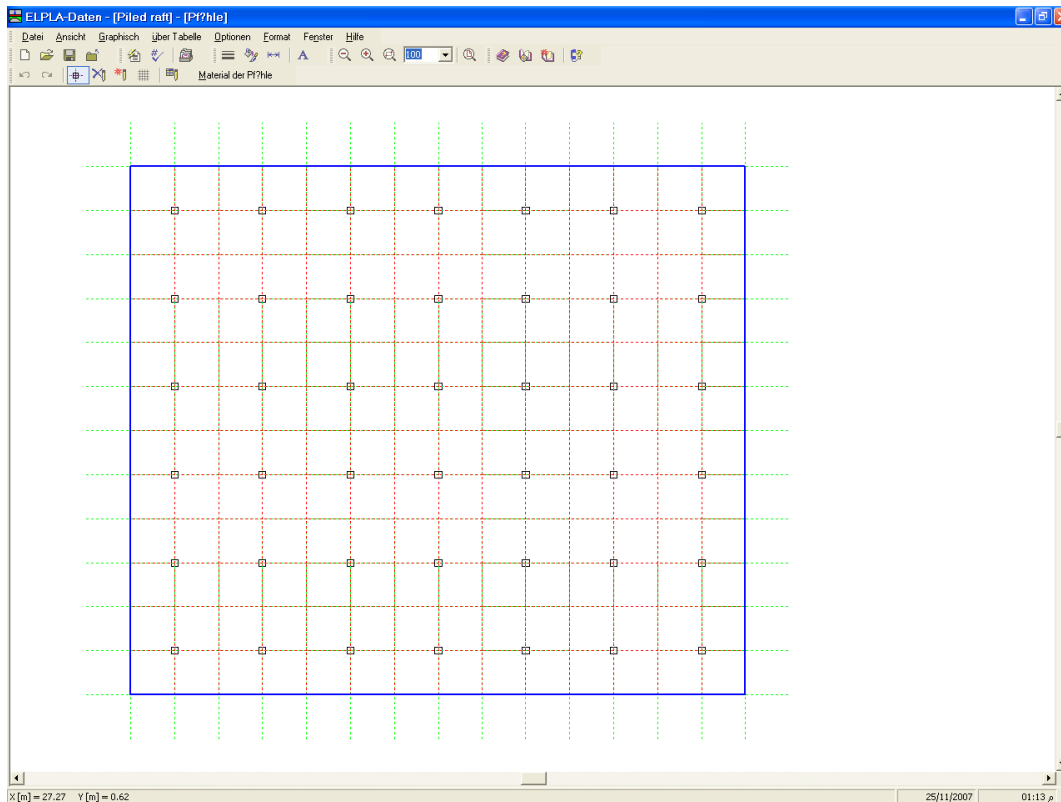

Bild 12-17 Markieren der Knoten mit Pfählen
- Markieren Sie die Knoten mit Pfählen, wie im Bild 12-17 gezeigt
- Wählen Sie den Befehl "Pfähle einfügen" aus dem Menü "Graphisch" im Fenster von Bild 12-17